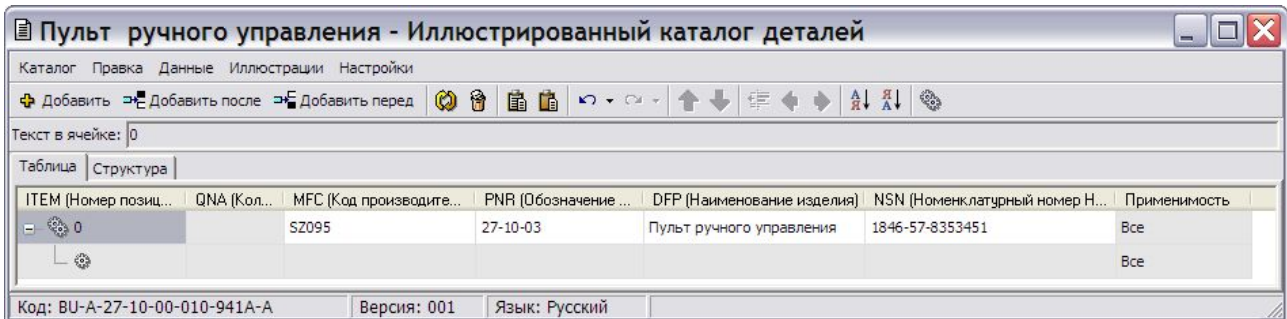

Рис. 4.18
- Для создания вложенной позиции (в иерархически организованных каталогах) выделите ячейку в нужной строке и нажмите на кнопку **Добавить** **Добавить дочерний элемент**. После этого будет создана позиция, являющаяся дочерней по отношению к текущей (Рис. 4.18).